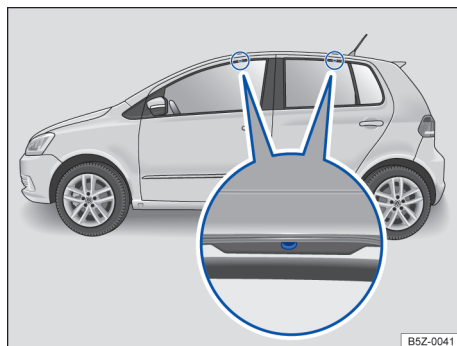

Fig. 108 Pontos de fixação dos suportes de base do bagageiro do teto (ambos os lados).
Os furos ou marcações dos pontos de fixação dos suportes de base ficam visíveis com a abertura das portas (dianteiras e traseiras) do veículo e encontram-se no lado nas vigas do teto → **Fig. 108** (lupa). Os furos ou marcações para fixação atrás encontram-se no lado inferior das vigas do teto → **Fig. 108** (lupa direita).
- Fixar os suportes de base somente nas marcações indicadas na figura → Fig. 108.